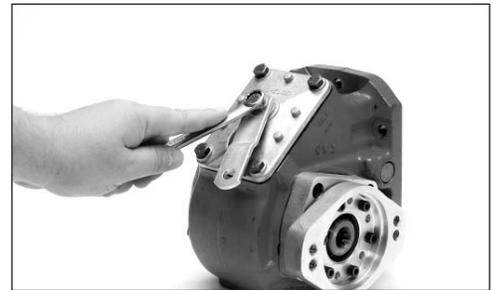

Fig. 7
11. Sarà necessario girare la leva di innesto della presa di forza di 180° dalla sua posizione normale (**fig. 7 e 8**).